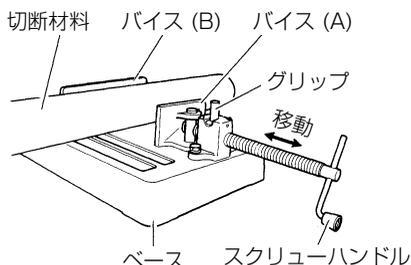

図 6
- (1) グリップを立てた状態 (図 6 参照) の時、スクリーハンドルを押ししたり引いたりすればバイス (A) の早送りができます。